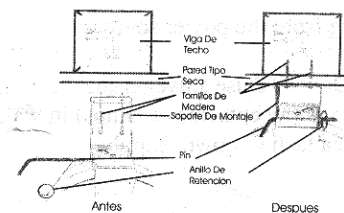

Figura 1
- Ponga el anillo de retención en el pin y enrosquelos hasta que todo el anillo este en el agujero de el pin. **NO** opere este carrete sin anillo de retención en lugar de el pin. (Vea Figura 1)